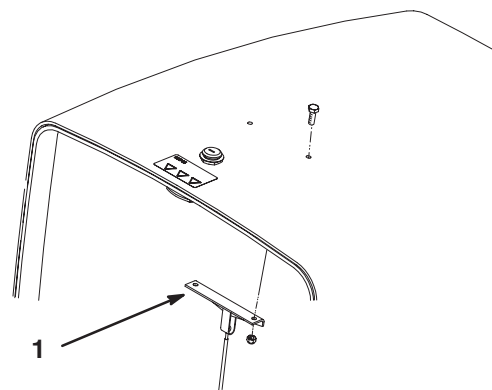

Figure 3
1. Retirez les (2) vis et écrous qui fixent le support du câble du capot à l'intérieur du capot (Fig. 3). Mettez-les au rebut.